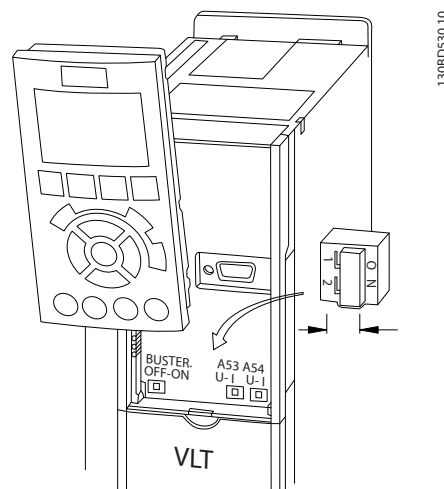

Ilustración 4.10 Ubicación de los conmutadores de los terminales 53 y 54
1. Retire el panel de control local (consulte la Ilustración 4.10).